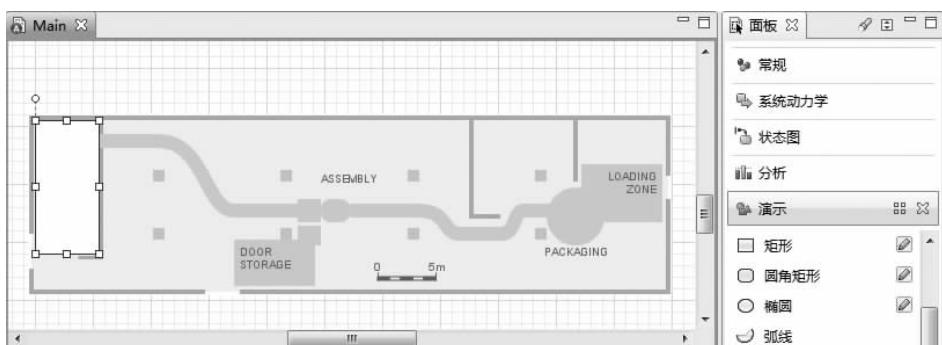

图 3-24 背景布局图片中矩形的绘制
- (6) 在“演示”面板中双击“矩形”元素来激活绘制模式。
- (7) 在背景布局图片的 BODY STORAGE 区域拖曳鼠标绘制矩形。该矩形表示了洗衣机机身的存储区域，如图 3-24 所示。